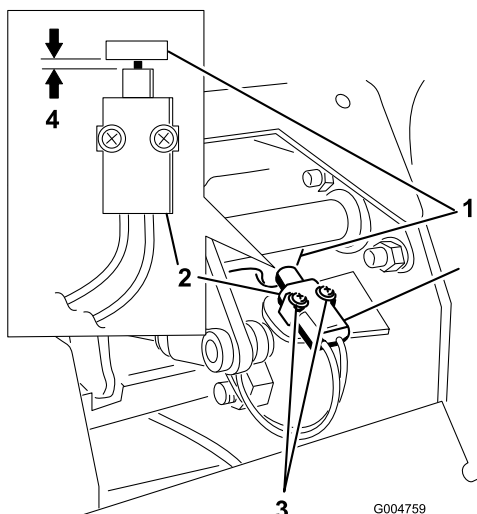

Figura 67
4. Mueva el interruptor hacia el tope del eje de freno hasta que la distancia entre el tope y el cuerpo del interruptor sea de 0,015 a 0,045 pulg. (0,4 a 1 . mm) (Figura 67).